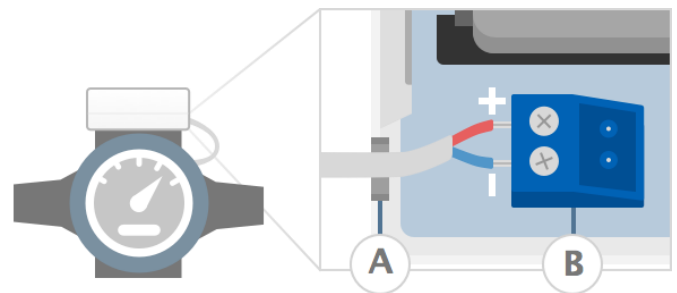

Figure 2 Connectez Transceiver à un Compteur
5. Remplacez le connecteur DEGSON sur la carte de transceiver comme le montre la figure 2.
Remarque: S'assurer que les câbles entre dans la fente (Figure 2 -A), permettant le capot supérieur en plastique de l'émetteur-récepteur d'être totalement fermé.